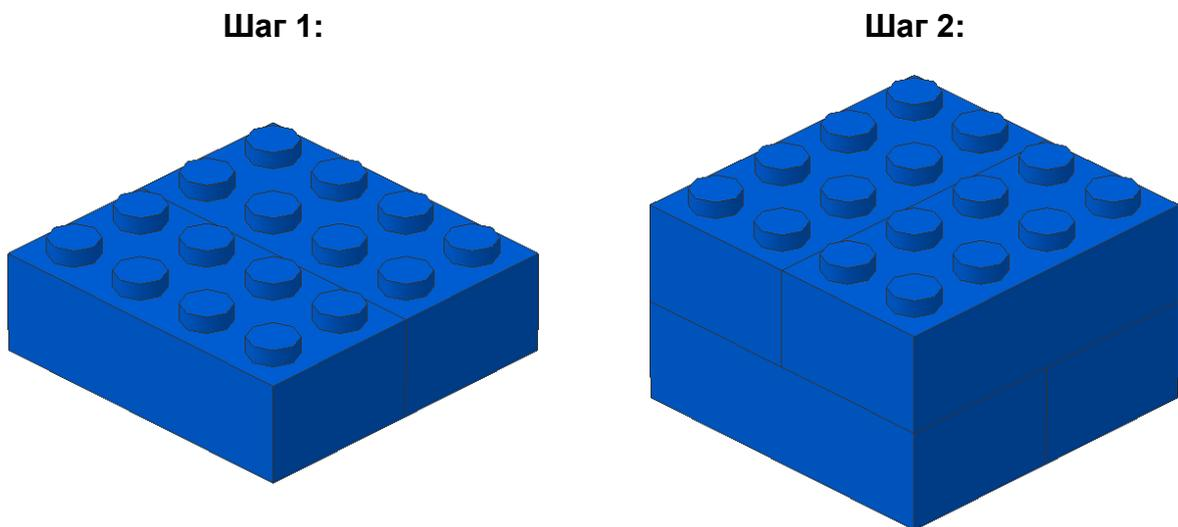

Рис. 8. Сборка блоков
- 6.2 Сборки блоков производится по схеме, приведённой на рис. 8.